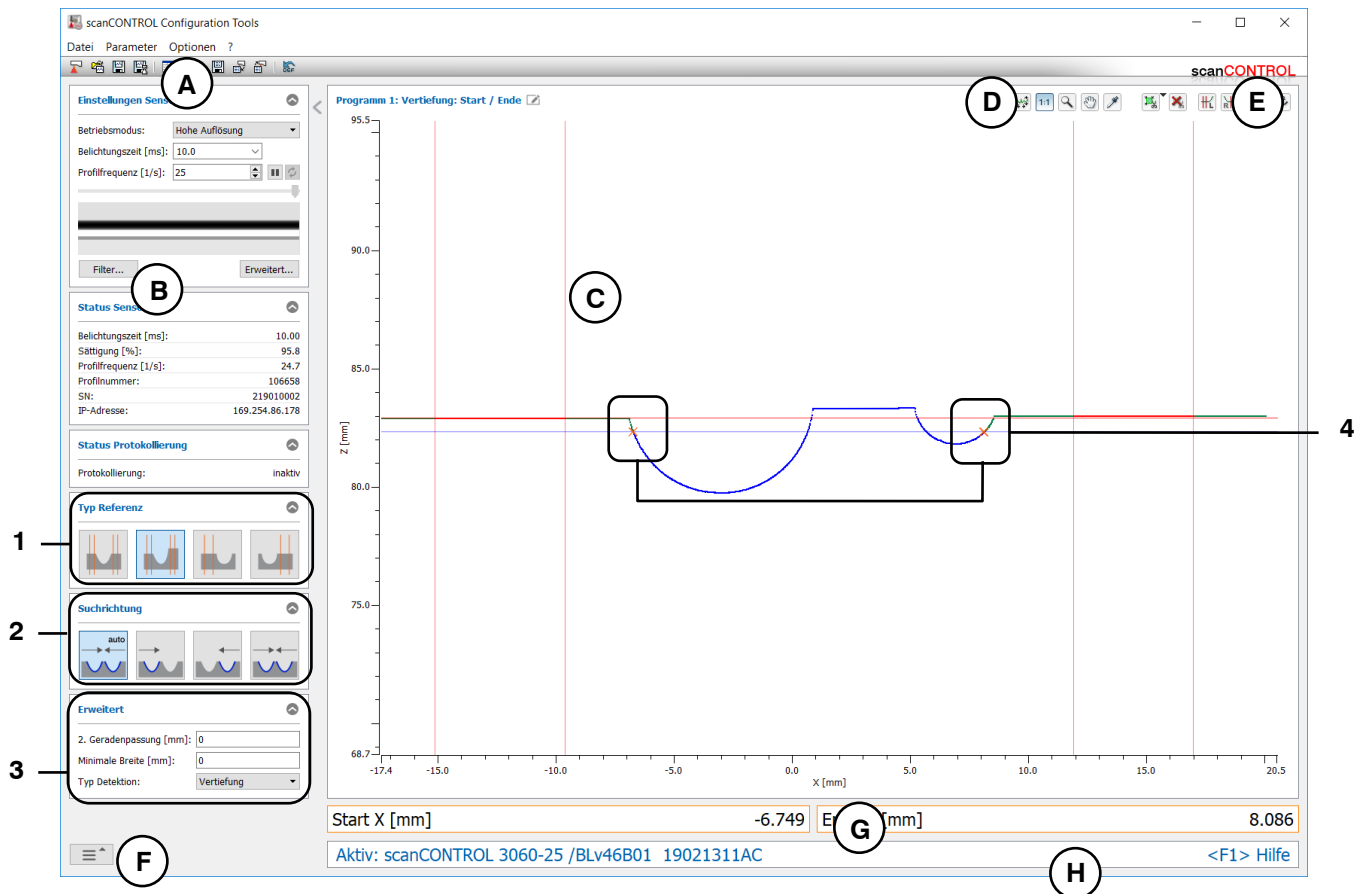

Abb. 4.32: Messprogramm „Vertiefung Start/Ende“
- Definieren Sie den Typ der Vertiefung (siehe Abb. 4.32 und Kap. 3.13.1):